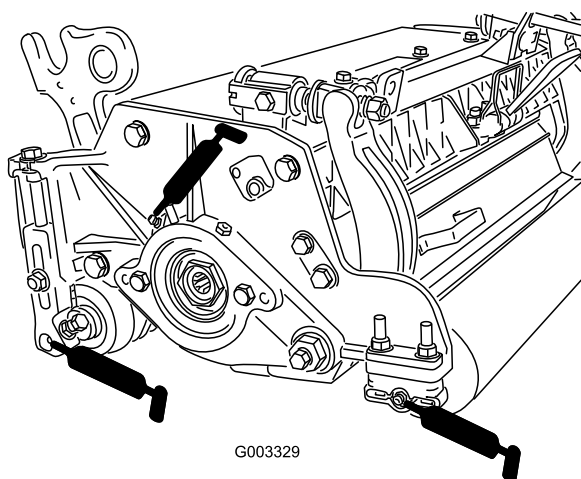

Figura 22
Cada unidade de corte possui (6) bocais de lubrificação (Figura 22) que deverão ser lubrificados regularmente com massa lubrificante nº 2 para utilizações gerais, à base de lítio.